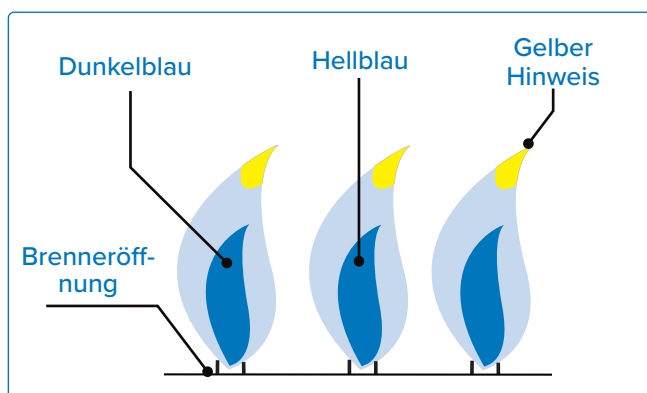

Abb. 26
- Zu wenig Luft führt zu gelben, rußigen, trägen Flammen (**siehe Abb. 26**).